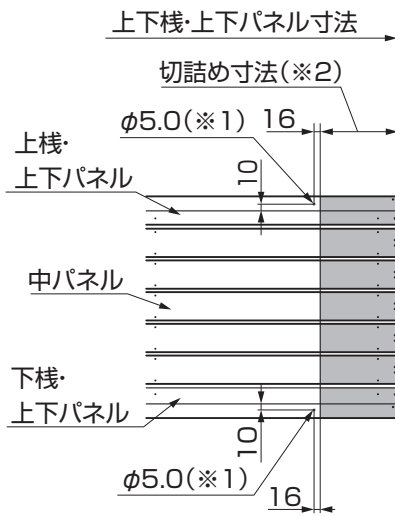

図4-1
- ①本体の上棧、下棧、上下パネル、中パネルの各部材を図4-1を参照して切断してください。
- ②上棧、下棧にφ5.0の穴をあけてください。(※1)
- ③上下パネルにφ3.5、中パネルにφ3.5、φ4.2の穴をあけてください。
- ④胴縁を本体に【3-1】で取付けてください。
- ⑤胴縁を取付けたら、胴縁に胴縁カバーをはめ込んでください。
- ⑥中パネルの端部には取外したパネル端部キャップをはめ込んでください。